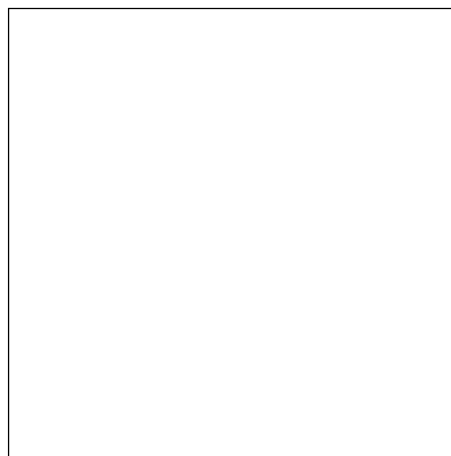

Figure 3 : Trous dans tablier AR, à droite, et bague d'étanchéité
- 6.) Marquer les trous nécessaires dans la tôle AR, au point "d", en-dessous de l'ouverture côté droit de l'amortisseur de chocs et percer avec \varnothing 14 mm (voir figure 3).
- 7.) Nettoyer le tablier AR autour de l'ouverture côté droit de l'amortisseur de chocs et appliquer autour de l'ouverture la bague d'étanchéité en mousse jointe; voir figure 3.
- 8.) Introduire par derrière dans les longerons de la carrosserie les contre-couches (3) et légèrement serrer par en-dessous avec la cornière de renforcement (4) à gauche et les écrous à embase M 10 à droite (5).
- 9.) Introduire également dans les longerons de la carrosserie les entretoises gauche (2) et droite (6) et les fixer légèrement à la carrosserie, par en haut, avec les vis à tête hexagonale M 10 x 30 et les rondelles 25 x 10,5 x 3.
- 10.) Poser le dispositif de remorquage (1) contre le tablier AR, par l'arrière, et le fixer légèrement au véhicule, de l'intérieur, avec les vis à tête hexagonale M 10 x 30 et les rondelles 25 x 10,5 x 3.